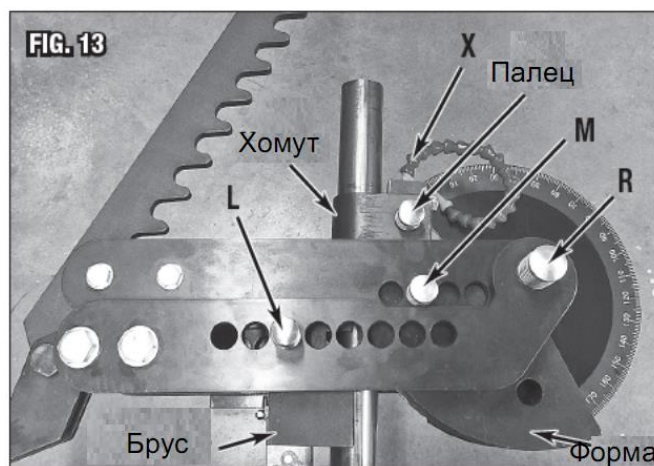

Рис. 14
8. Снова медленно и постепенно тянуть за рукоятку, сгибая заготовку. Когда рукоятка дойдет до конца своего хода, остановиться и очень осторожно потянуть ее назад на несколько градусов отводя зубья трещотки от приводной муфты (Рис. 14).